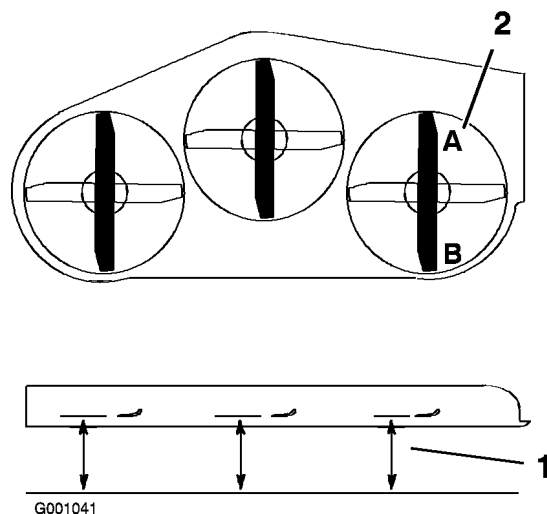

Figura 79
- Coloque la cuchilla derecha en posición longitudinal (Figura 79).
- Mida la cuchilla derecha en la posición **A** desde una superficie nivelada hasta el filo de corte del extremo de la cuchilla (Figura 79).
4. Mida la cuchilla derecha en la posición **B** desde una superficie nivelada hasta el filo de corte del extremo de la cuchilla (Figura 79).
6. La cuchilla del cortacésped debe estar entre 6 y 10 mm más baja en la posición **A** que en la posición **B** (Figura 79). Si no es correcta la distancia, continúe con los pasos siguientes.